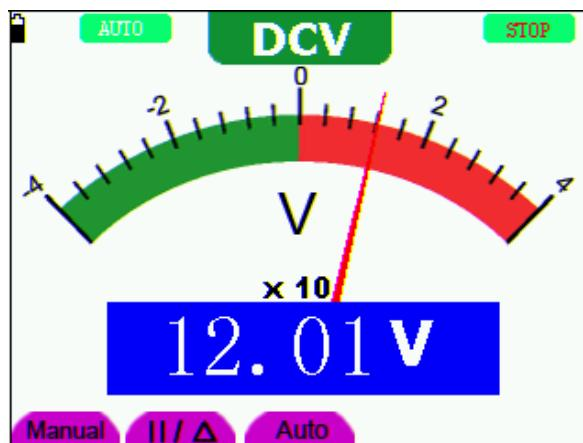

图 31: 锁定读数界面
2. 再按 **RUN /STOP** 键，恢复测量。见图 31: